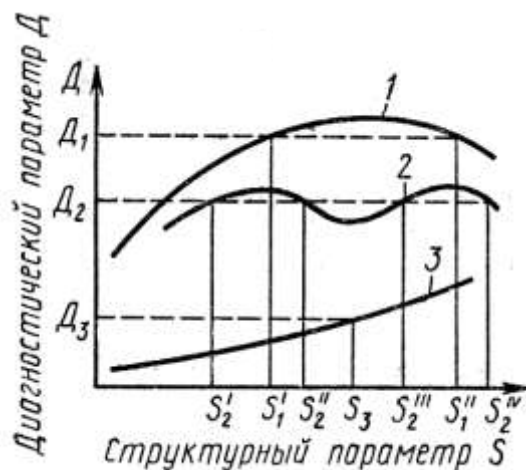

Рис. 3.1
36. Укажите номер кривой на рисунке, отвечающей требованию однозначности на рис. 3.1: